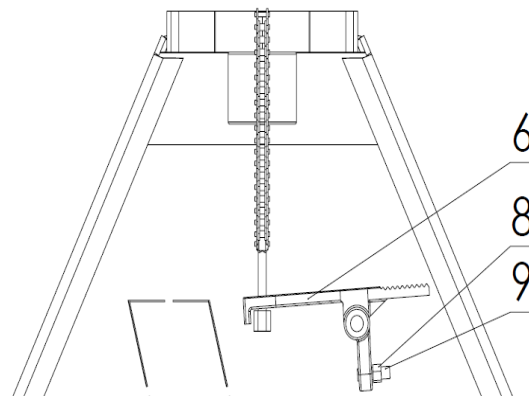

Abbildung 4
- Schließen Sie die Montage ab, indem Sie die Mutter an der Kette in die Backe am Pedalteil einführen (siehe Abbildung 4, Teilenummer 6).
- ▶ Bild 4, 9 Hydrauliköl-Druckeinstellschraube wird verwendet, um die Senkgeschwindigkeit des Hubwagens einzustellen.
- Die äußere Sechskantmutter (siehe Abbildung 4, Punkt 8) an der Hydrauliköl-Druckeinstellschraube übernimmt die Befestigungsfunktion der Hydrauliköl-Druckeinstellschraube. Nachdem die Senkgeschwindigkeit wie gewünscht eingestellt wurde, ist der Einstellvorgang abgeschlossen, wenn die Sechskantmutter Nummer 8 durch erneutes Anbringen an der Hydrauliköl-Druckeinstellschraube angezogen wird.